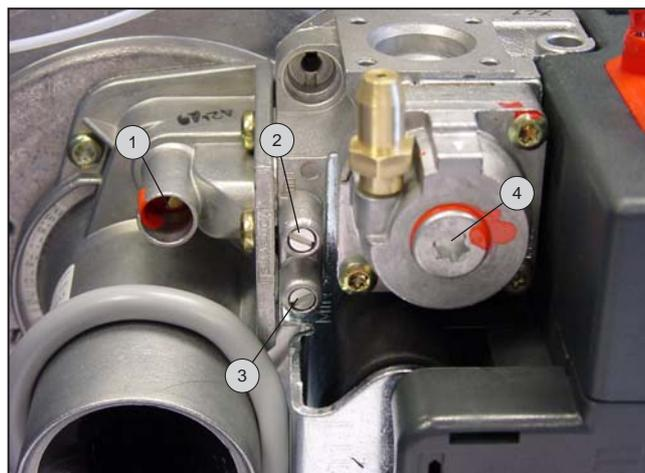

fig. 16
- Regolare la percentuale di CO₂ in base ai valori riportati nella tabella dei parametri di regolazione a pagina 15, agendo sulla vite di regolazione della portata gas posta sulla valvola. (fig. 16)